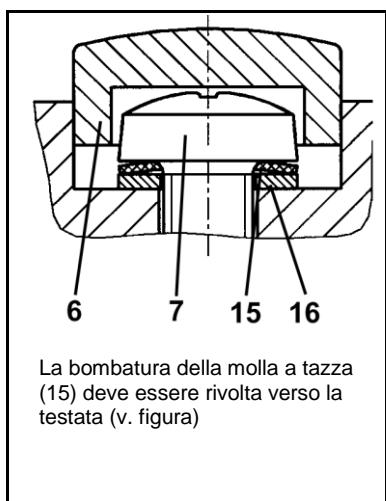

Fig. 14: orientamento della molla a tazza
i Per il corretto posizionamento della molla a tazza (15) e della rondella (16) e l'orientamento della molla a tazza v. fig. 14.
10. Montare i coprivate (6).